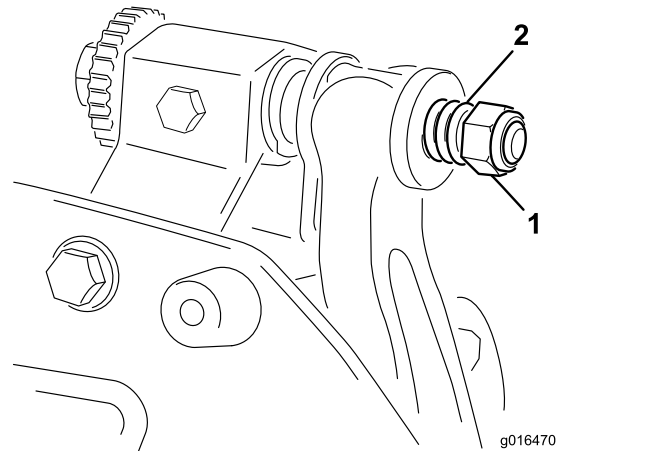

Bild 16
- Ziehen Sie die Federspannungsmutter an, bis die Feder zusammengedrückt ist, drehen Sie sie dann eine 1/2 Umdrehung heraus (Bild 16).